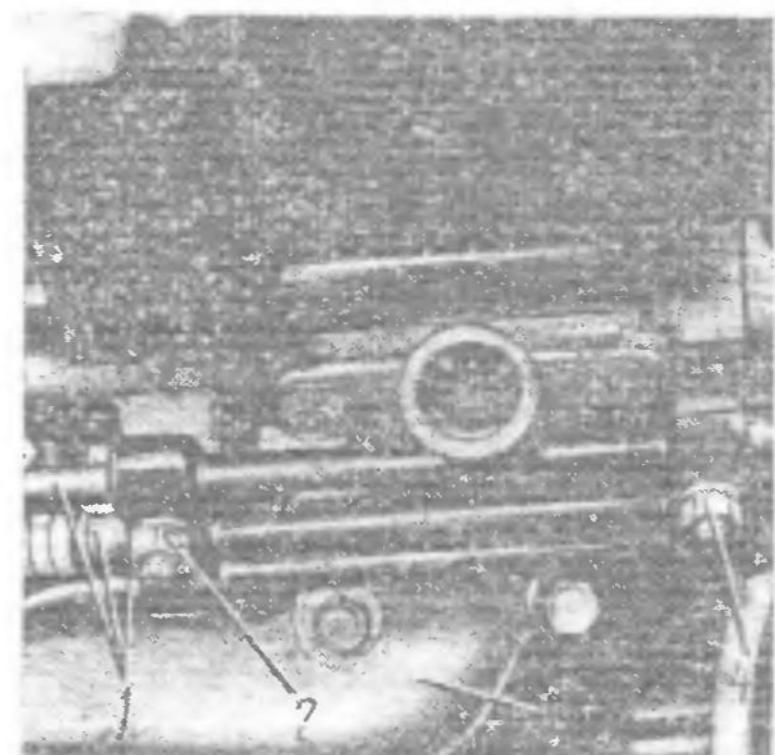
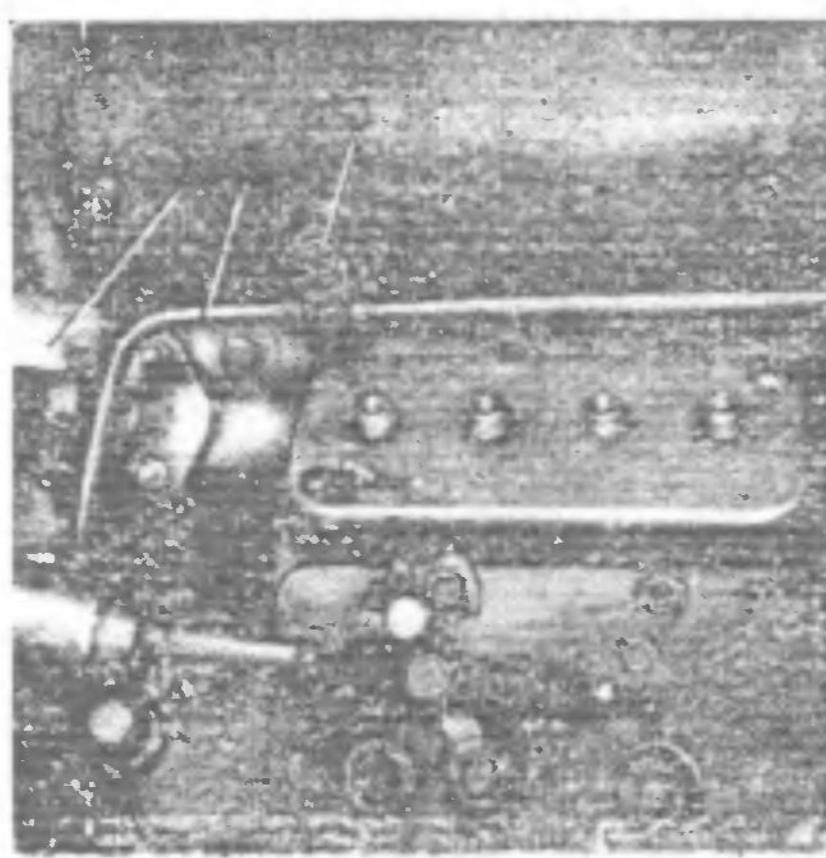

Рис. 30. Отсоединение трубок низкого давления от коллектора
Рис. 31. Отсоединение топливной трубы от коллектора:
13. Отверните гайки 2 и 4 (рис. 30) скоб крепления трубок 1 низкого давления к правому выпускному коллектору 3, выверните болт 3 (рис. 31) кляммера крепления топливной трубы 2 к правому выпускному коллектору 1	Ключ 17 мм
21. Закрепите через скобы к правому выпускному коллектору 3 (см. рис. 30) топливные трубы 1 низкого давления гайками 2 и 4 пружинными шайбами, закрепите через кляммер с прокладкой к правому выпускному коллектору 1 (см. рис. 31) топливную	Ключ 13 мм